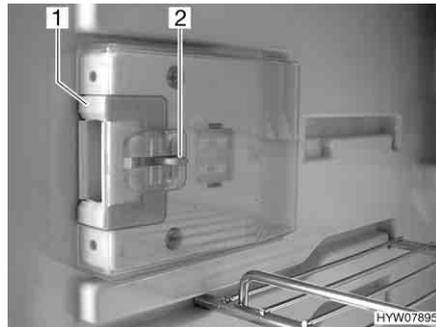
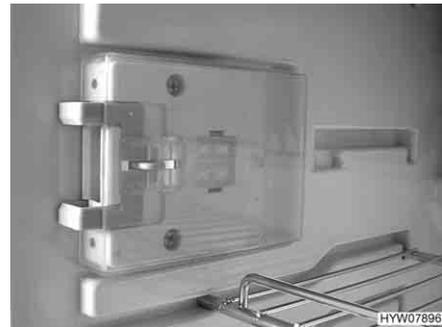

Fig. 201 Dispositivo de cierre en posición normal
Fig. 202 Dispositivo de cierre en posición de ventilación
- Hundir el desbloqueo (Fig. 201,2).
- Empujar el dispositivo de cierre (Fig. 201,1) hacia delante (Fig. 202).